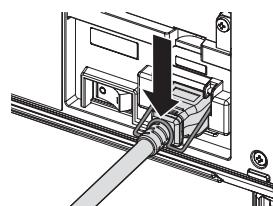

図4
- 4) 電源コードホルダーの先端を電源コードにしっかりとはめ込んで、電源コードを固定する（図 4）